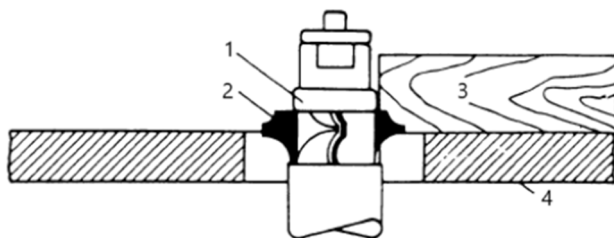

Figura 8
2. Folosirea gulerului deasupra frezei, figura 8, oferă avantajul ca tăietura să nu fie afectată de mici variații ale grosimii stocului. Cu toate acestea, tăietura nu este vizibilă în timpul operației. Un alt avantaj este că ridicarea accidentală a piesei de prelucrat nu va răni piesa de lucru. Pur și simplu corecți greșeala repetând operația.